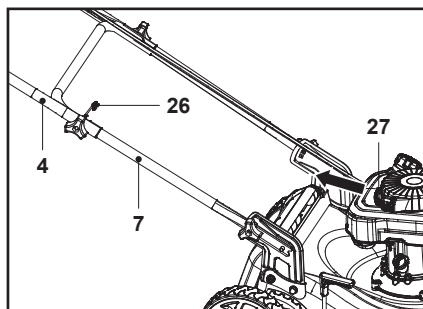

Fig. 12
2. Tirer doucement la poignée du lanceur (27) jusqu'à ce qu'une résistance se fasse sentir, puis la tirer rapidement. Répéter cette opération jusqu'à ce que le moteur démarre (Fig. 12).